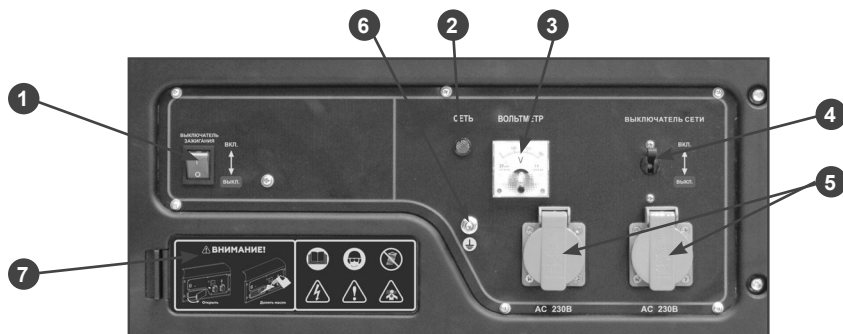

Рис. 3 Панель управления
2. Отключите все потребители электроэнергии от генератора и установите выключатель сети (Рис. 3 п. 4) в положение выключено.